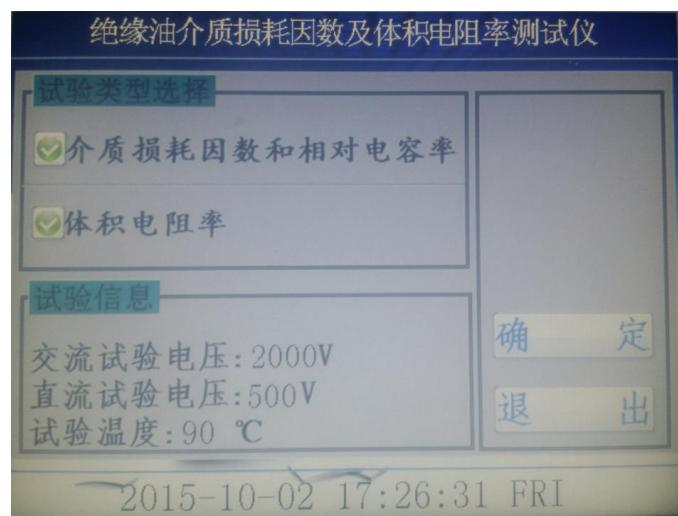
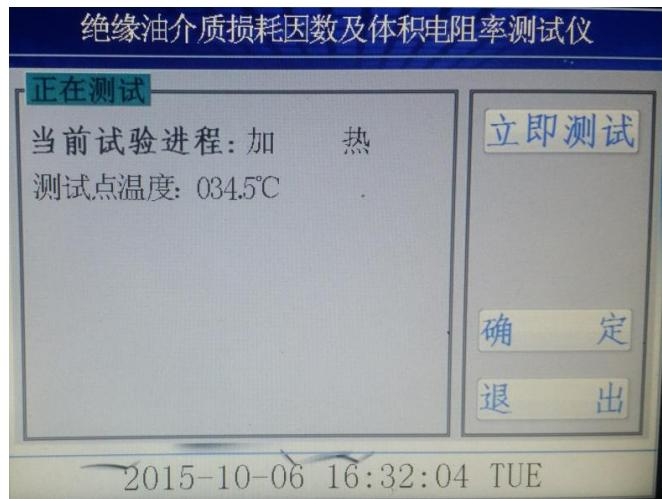

图 6
图 7
5、在图 3 界面下，点击空杯测试进入图 6，空杯测试主要是对油杯注油前的干净程度和装配进行验证，可以选择介质损耗因数和相对电容率及体积电阻率，点击测试项目前面的光标即可选择测试还是不测试。空杯介损值越小越好，在图 6 中选择完测试项目后点击确定后即可进入图 7，图 7 中设备可以在设定的 90℃ 进行测量，也可以点击立即测试，在当时温度下测量。
6、空杯检测完毕没有问题后，将油杯的内电极取出置于油杯架上，取 40ml 待测油样置于油杯中（注意：注入油样时一定注意不能出现气泡，应沿着杯壁缓缓注入），油样注入后，再将油杯的内电极慢慢的放到位。（动作要慢一些，防止动作太快，排气不及时，使油样溢出），接好测量信号线和温度信号线，点击图 3 中的自动测试，进入图 6 界面和图 7 界面，一般测油是都按照规程 90℃ 测量，同样也可以选择立即测试，在当前温度下测量。